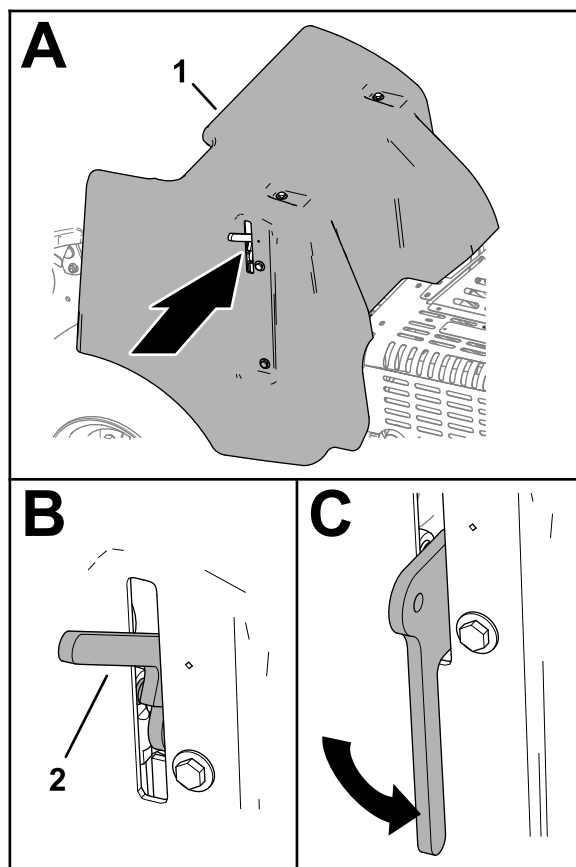

**Figura 135**
3. Abbassate completamente la maniglia del fermo per fissare il copricinghia (Figura 135).